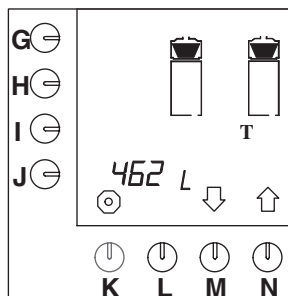

Fig. 19 Totaalteller koffiezetstelsysteem
- De totaal teller verschijnt in het display. Het totaal aantal liters koffie, die gedurende de levensduur van het apparaat zijn gezet, zijn af te lezen in het display (fig. 19).